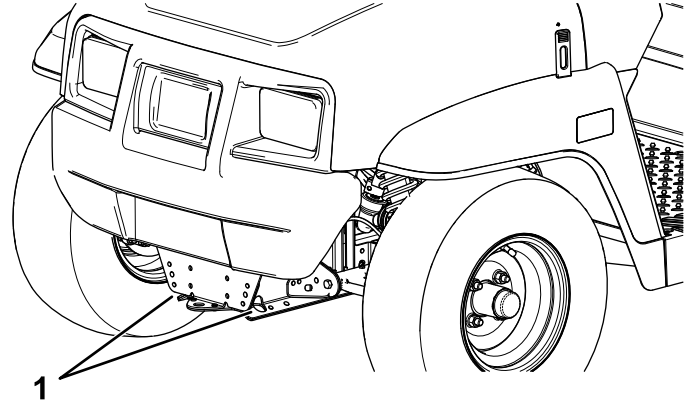
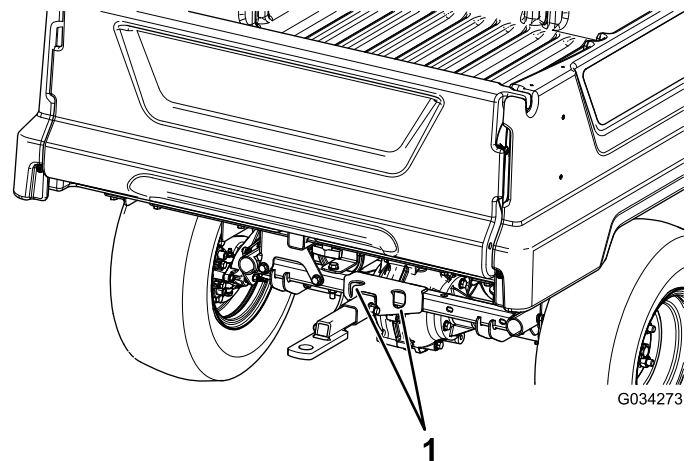

Figure 22
Figure 23
L'emplacement des points d'arrimage sur la machine est indiqué à la Figure 22 et la Figure 23.
2. Accrochez un câble de remorquage à la flèche d'attelage à l'avant du cadre de la machine (Figure 22).